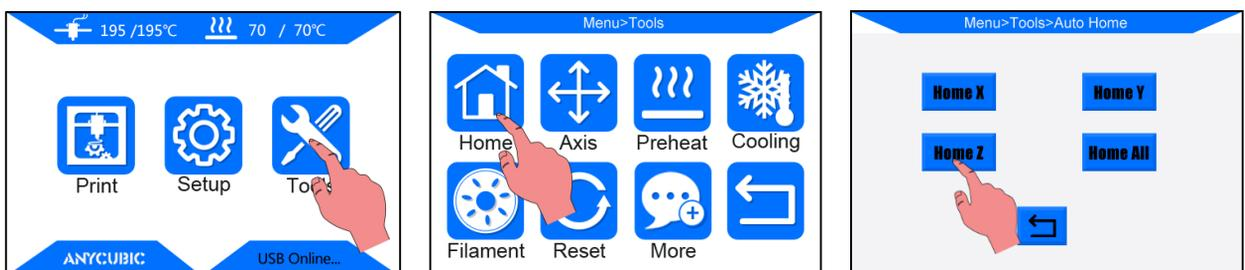

Abbildung 7
Schritt 2. Wie in Abb.7 gezeigt, klicken Sie im Menü Home auf "Tools"-->"Home"-->"Home Z". Sperren Sie die Z-Achse, um zu verhindern, dass die Z-Achse während des Nivellierens abfällt.